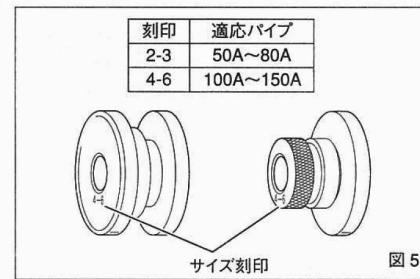

図5
① パイプに合ったローラを使用してください。(図1、図5参照)
50A～80Aの加工時は、以下の手順でローラの交換を行ってください。(図5)